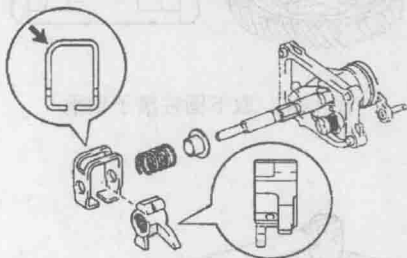

图 1-29 分解互锁架
29) 按图 1-29 所示方法分解互锁架、换档摆杆、弹簧和垫片。